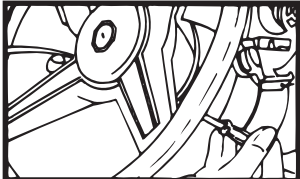

FIGURE 1 • FIGURA 1
- 1) Retirez le klaxon du volant de direction en retirant les vis ou les dispositifs de fixation à tête hexagonale en commençant par le dessous du volant (reportez-vous à la figure 1).